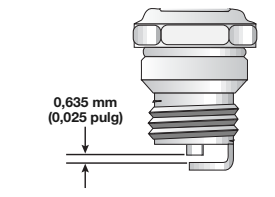

Fig. 28
3. Cambie las bujías que estén rajadas, sucias o deterioradas. Fije la separación de aire a **0.635 mm (0,025 pulgadas)** utilizando un calibrador (Fig. 28).